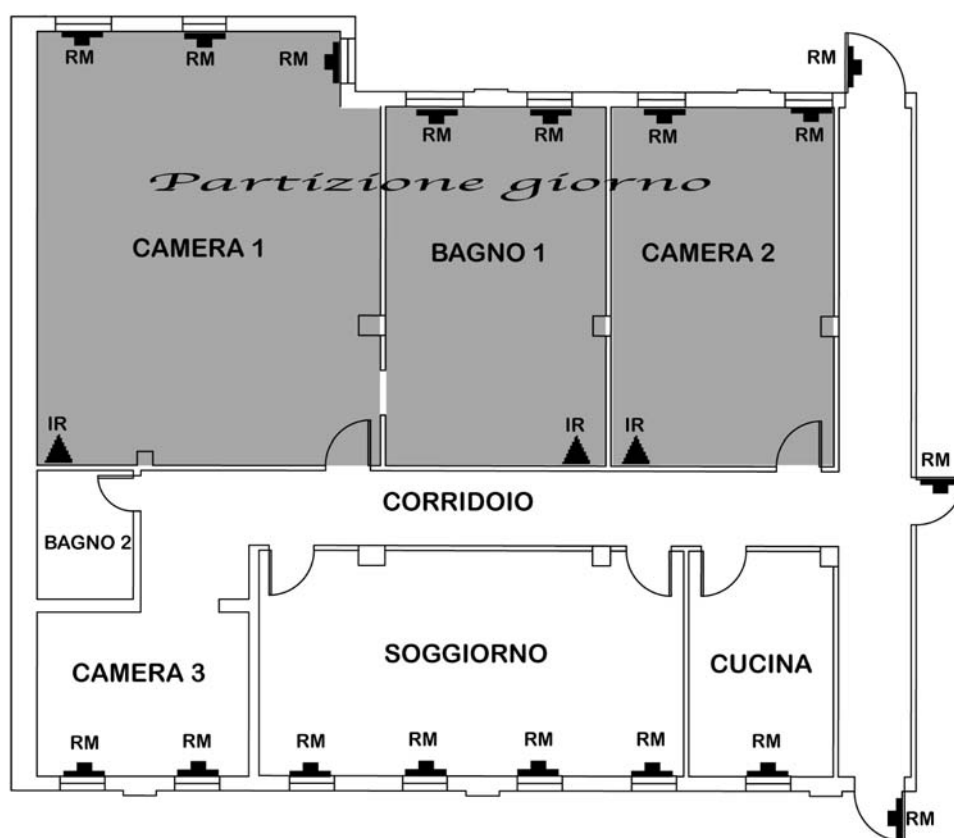

Fig. 32
- PARTIZIONE GIORNO (vedi Fig. 32)